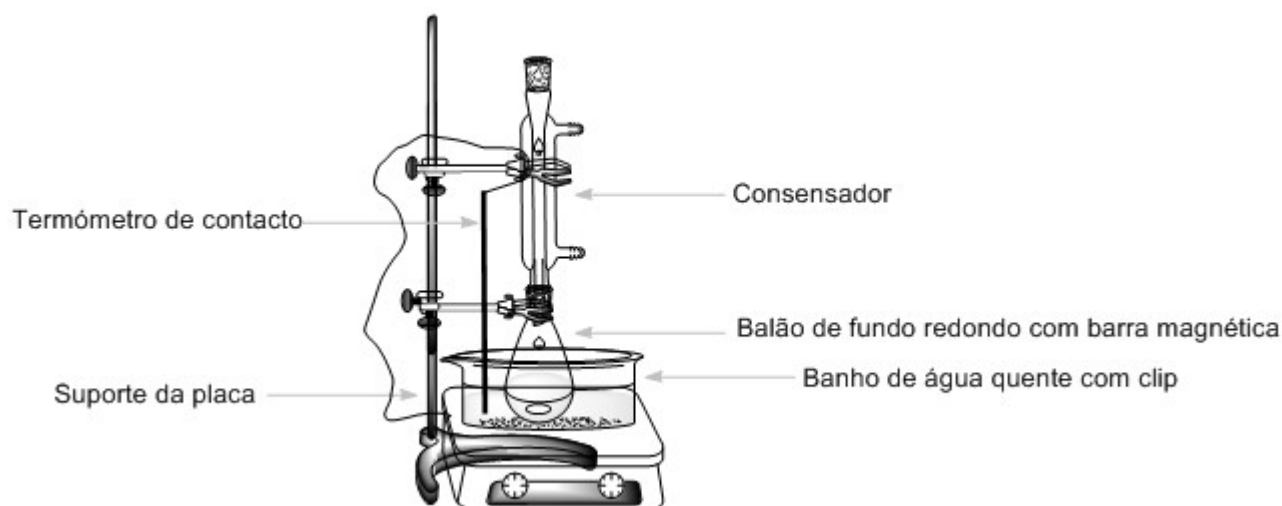

Figura 1. Esquema da montagem para o aquecimento da mistura reacional num banho de água quente.
3. Coloque o balão da reação no banho de água quente. Coloque o condensador (não é necessário ligar a água de refrigeração) e monte o condensador de acordo com a Figura 1. Deixe o composto **A** dissolver com agitação.
dinitrofenil-hidrazina (**DNPH**). Usando a proveta meça 10 cm^3 de etanol. Transfira 2 cm^3 para o porta amostras da **DNPH** e com o auxílio de uma pipeta de Pasteur de vidro lave o porta amostras e transfira para o Erlenmeyer. Repita esta lavagem até gastar todo o etanol medido. Coloque o Erlenmeyer no banho de água quente e monte o sistema semelhante ao representado na Figura 1. Através do topo do condensador e com auxílio do funil, adicione 3 cm^3 da solução de HCl a 20% HCl. Aqueça a mistura durante 2 min a $80\text{ }^\circ\text{C}$. O produto **C**, um sólido cristalino laranja começa a formar-se. Desligue o aquecimento e levante com cuidado o Erlenmeyer até que deixe de tocar na água quente. (*Atenção!* Toque apenas nas garras, o Erlenmeyer está quente). Deixe a mistura arrefecer durante 15 minutos e de seguida coloque o Erlenmeyer num banho de água fria (preparado com água da torneira colocada no copo de vidro de 150 cm^3).